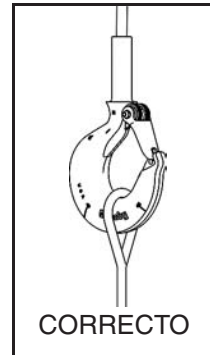
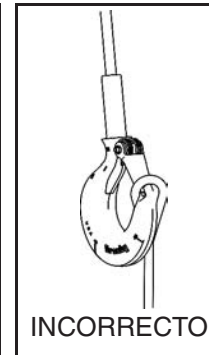

Figura 3
Figura 4
- Asegúrese que el gancho siempre soporta la carga. (Ver figura 3). El seguro nunca debe soportar la carga. (Ver figura 4).